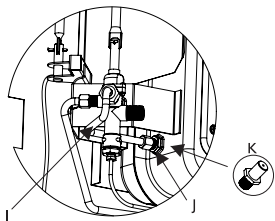

Fig.6
6. Retire el caño quemador-válvula "I" utilizando una llave de 10 mm. Afloje y retire la tuerca "J" utilizando una llave de 9/16", y por último retire el inyector de gas natural "K" desde el interior de la cámara de combustión y reemplacelo por el inyector de gas licuado provisto en la bolsa de accesorio. Vuelva a colocar la tuerca "K", y luego el caño quemador - válvula (Fig.6).